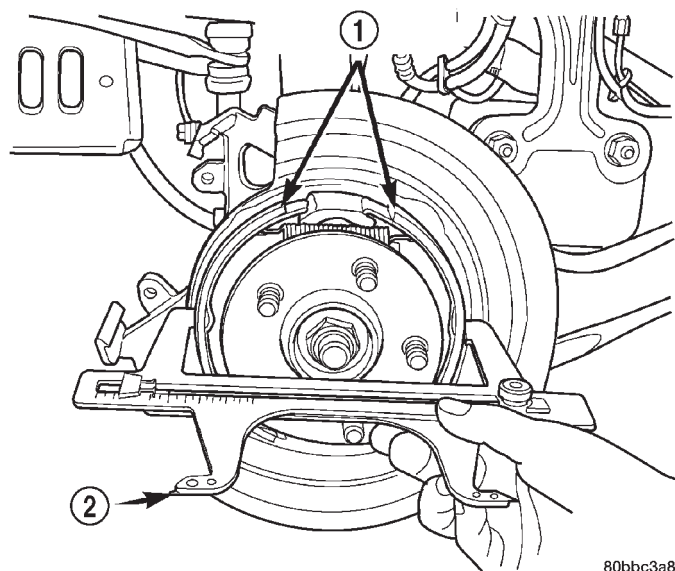

Fig. 27 Medición de zapatas de freno
(6) Ajuste las zapatas de freno de estacionamiento con un diámetro de 171,72 – 171,50 mm (6,75 – 6,75 pulg.) (Fig. 27).